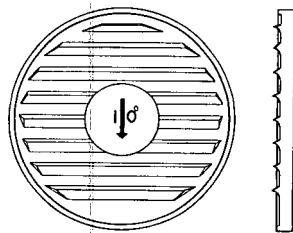

Рис. 13. Наружная рассеивающая линза 10°.
• На небольших кривых применяется наружная рассеивающая призматическая линза диаметром 212,7 мм., отклоняющая луч на  $10^\circ$  в одну сторону. Стрелка и номер на этой линзе (рис. 13) показывает направление отклонения светового пучка и угол отклонения. Эту линзу можно использовать и для отклонения света в противоположном направлении, повернув ее в держателе на  $180^\circ$ .